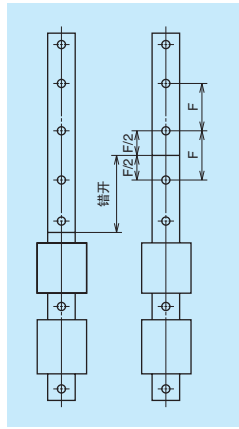

图 10.26
- 接续部的导轨安装孔间距为图 10.26 所示，设置成 F，在以双列平行方式使用时，为了避免接续部的精度变化，建议大家安装时使接续部错开。另外在需建议使错开的长度，比滑块的长度长。另外在需更高精度时，需考虑工作台移动时，不使同一工作台中的滑块同时通过接续部。